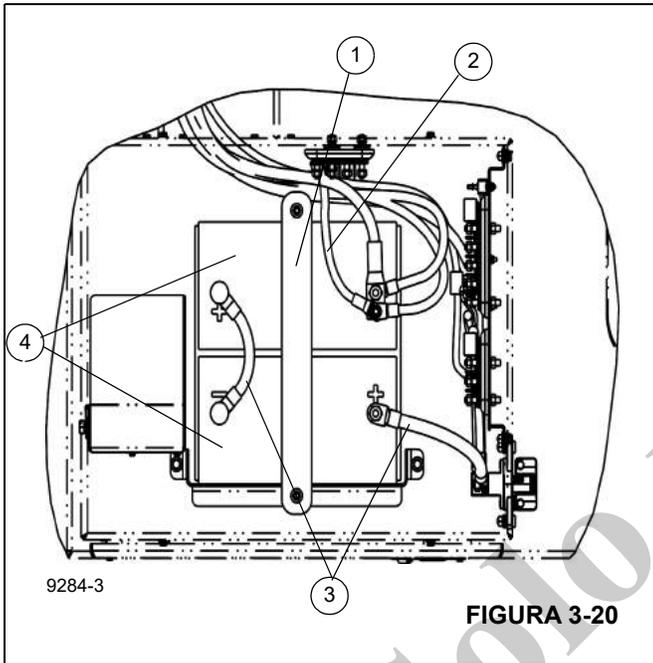

FIGURA 3-20
4. Retire los cables negativos de las baterías (3), (Figura 3-20).
5. Retire los cables positivos de las baterías (2), (Figura 3-20).
6. Retire las tuercas y arandelas de la varilla de sujeción del soporte de la batería (1), (Figura 3-20). Retire la varilla de sujeción del soporte de la batería (1), (Figura 3-20).
7. Retire las baterías (4), (Figura 3-20). El motor de arranque pesa aproximadamente 14 kg (31 lb).
1. Coloque las baterías en el compartimento; consulte (Figura 3-20).